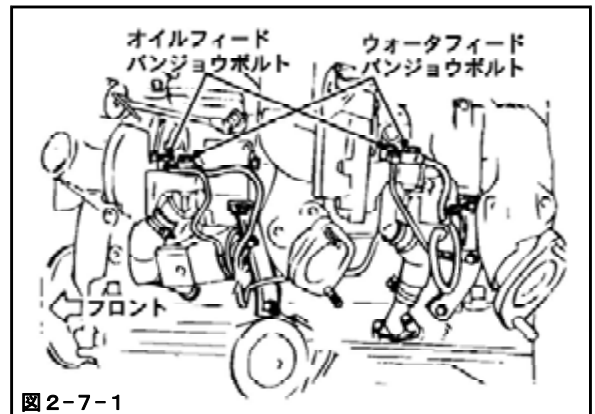

図2-7-1
- (1) 銅ワッシャオイルラインを使用して、オイルフィードバンジウボルトを取付けてください。(図2-7-1) (P9×4)
- (2) 銅ワッシャウォーターライン(小)を使用して、ウォーターフィードバンジウボルトを取付けてください。(図2-7-1) (P11×4)